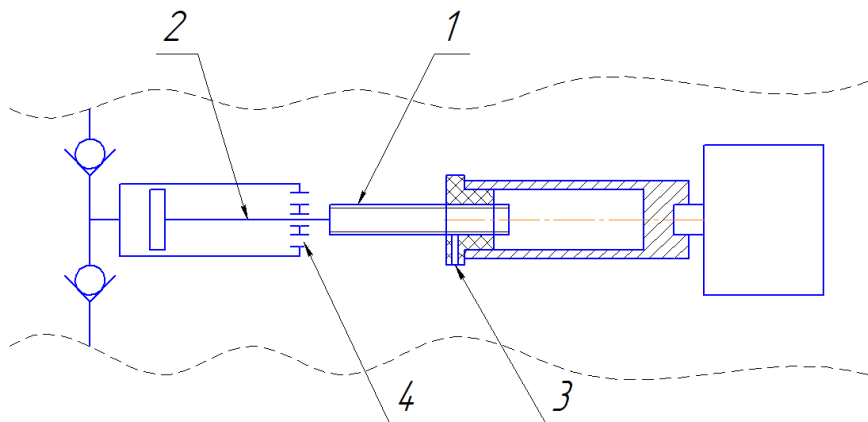

Рис. 4.
8.3.2 Необходимо чистой, мягкой ветошью удалить старую смазку с шарико-винтовых пар 1 (рис. 4), штоков поршней 2.